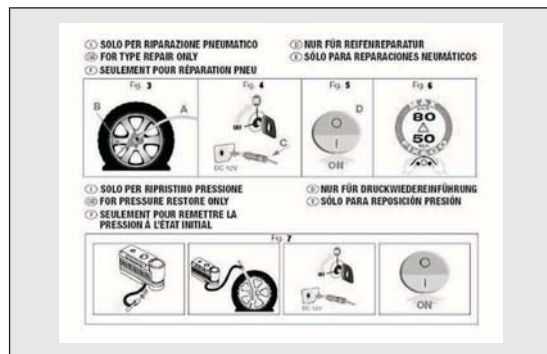

fig. 136
- ☐ pieghevole informativo (vedere fig. 136), utilizzato per un pronto uso corretto del kit di riparazione rapida e successivamente consegnato al personale che dovrà maneggiare il pneumatico trattato con il kit di riparazione pneumatici;